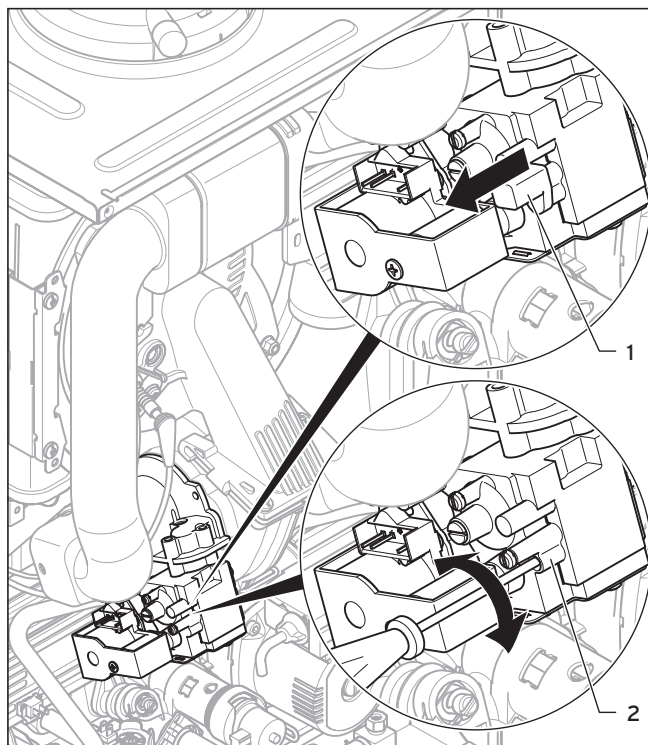

Fig. 2.2 Innstilling av CO₂-innhold
- Trekk av den blåe hetten (1).
- Straks det ligger an gass på apparatet, dreier du skruen (2, fig. 2.2) (2,5 mm unbrakoskrue), fra den aktuelle stillingen, ved: